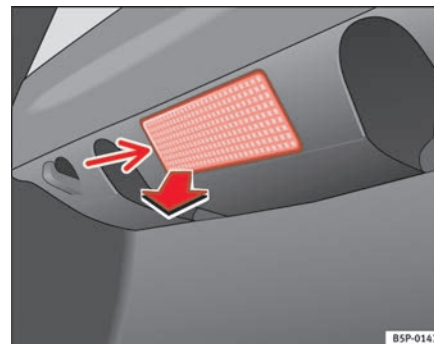

Fig. 193 Luz maletero
- Extraiga la tulipa haciendo presión sobre el borde de la parte interior de la misma -flecha- con ayuda de un destornillador por su parte plana ⇒ fig. 193. ►